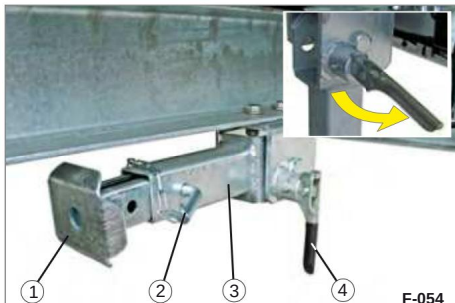

Bild 38 Utfällning av fällstödet
ÿ Dra i fjäderspärren (bild 38/4).
**Det fällbara stödet (bild 38/3)
ÿ Lossa fjäderspärren (bild 38/4).